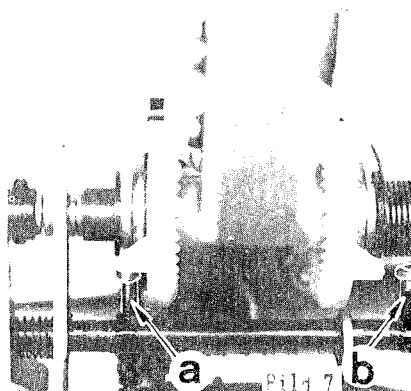

Bild 7
Greifarm, Spielstellung: Die Ebene des Greifarms muß mit der Ebene der Schallplatte auf dem Plattenteller hinreichend übereinstimmen, sowohl in der A-, wie in der B-Seiten-Spielstellung. Eine Korrektur ist mit der Stoppschraube -a-, Bild 7, für die A-Seiten-Stellung bzw. mit der Stoppschraube -b- für die B-Seiten-Stellung möglich. Dreht der Arm zu weit (der Rücken des Arms liegt dann tiefer als die Ebene der Schallplatte), so ist die Schraube höher zu setzen, dreht der Arm nicht weit genug, so ist sie tiefer zu setzen.
Gripper Arm Play Position. The plane of the arm in both A- and B-side play position is nearly parallel & level with the plane of the record on the turntable. For a correction adjust screw -a-, Bild 7, for the A side position or screw -b- for the B-side position. If the arm turns too far (arm's back is below record level), the stop screw has to be raised (unscrewed for correction, or has to be lowered if the arm doesn't swing deep enough).
Le bras doit être alors en position horizontale que ce soit pour la face A que pour la face B. Une correction peut se faire par la vis de blocage -a- fig. 7 pour la face A et par la vis -b- pour le réglage face B. Si la pince descend plus bas que le plan du disque, c'est que la vis est trop haute, si la pince ne tourne pas suffisamment, c'est que la vis est trop enfoncée.
4. die Umlenkswelle in B-Seiten-Spielstellung noch etwas axiales Spiel hat, die Kontermutter der B-Seiten-Stoppschraube (-b-, Bild 7) also noch nicht am Magnetwinkel anliegt (sonst reiben Stufenwinkel und Steuerscheibe zu hart aneinander).